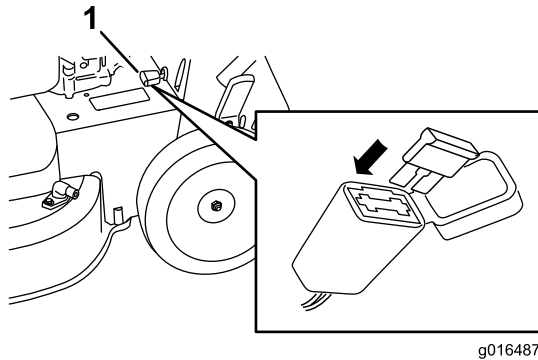

Figure 37
1. Ouvrez le porte-fusible étanche et remplacez le fusible (Figure 37).